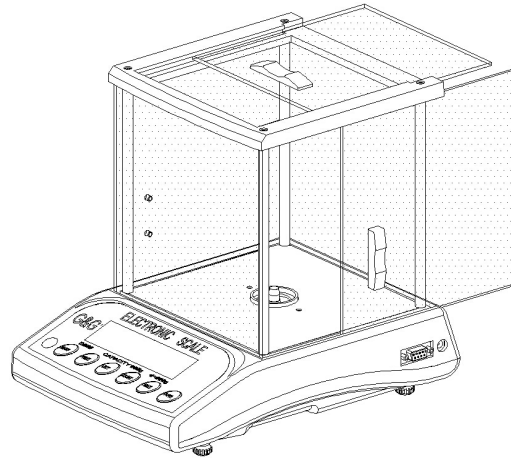

图 4
6) 将两块移门玻璃和一块上门玻璃放进对应的轨道中，然后将移门把手放进对应玻璃的孔中并用所配把手螺母拧紧，如图 4 所示。